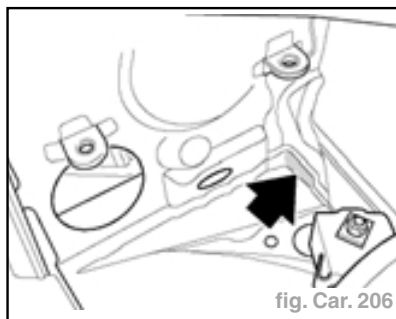

fig. Car. 206
- Souder le renfort du tablier à l'intérieur du compartiment moteur (fig. Car. 206).